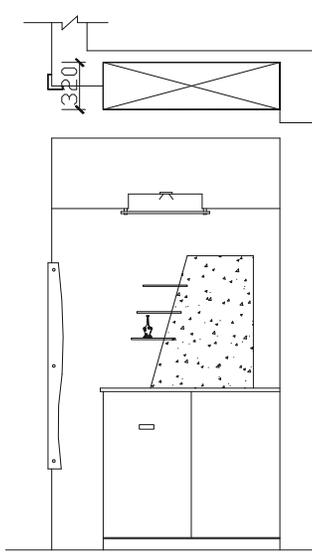

图 8-1-120
**STEP 15** 使用绘制矩形命令 RECTANG ( REC ) 绘制一个 100 × 30 的矩形，并使用移动命令 MOVE 将其移动到如图 8-1-120 所示的大致位置。